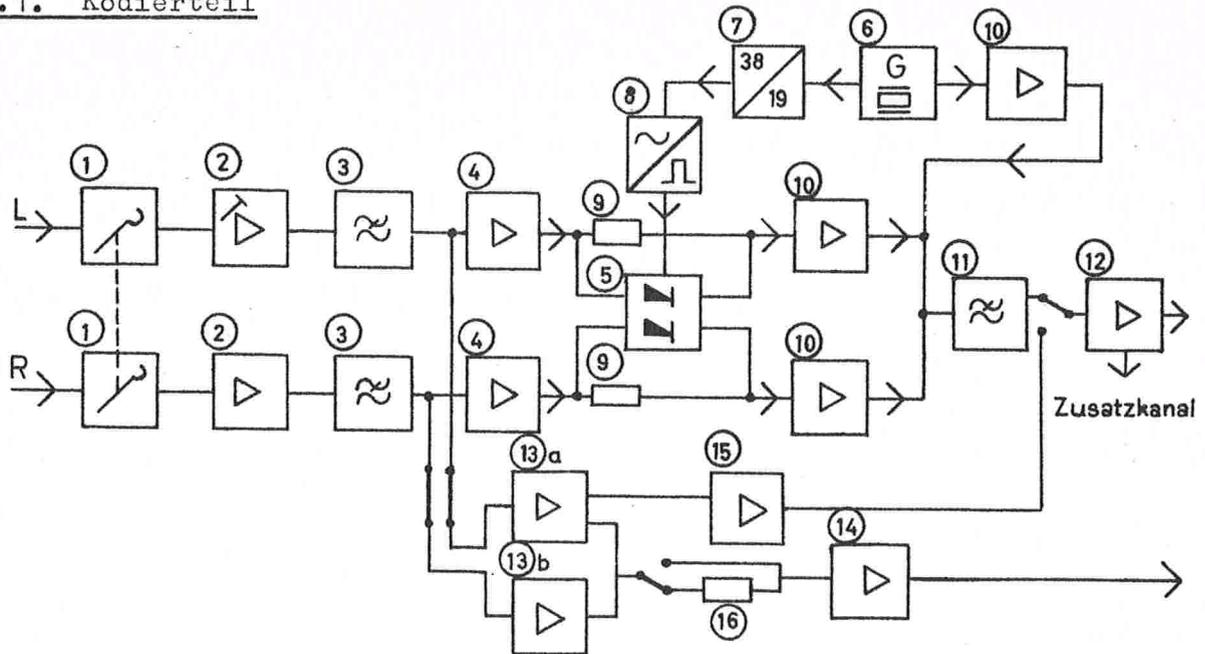

Bild 2: Stereokoder, Kodierteil
Über Pegelsteller (1) (Bild 2) gelangen die NF-Signale an die Eingangsverstärker (2). Der Verstärkungsfaktor ist im L-Kanal einstellbar, was eine Pegelanpassung an den R-Kanal ermöglicht. Tiefpässe (3) sperren Frequenzen oberhalb 15 kHz.